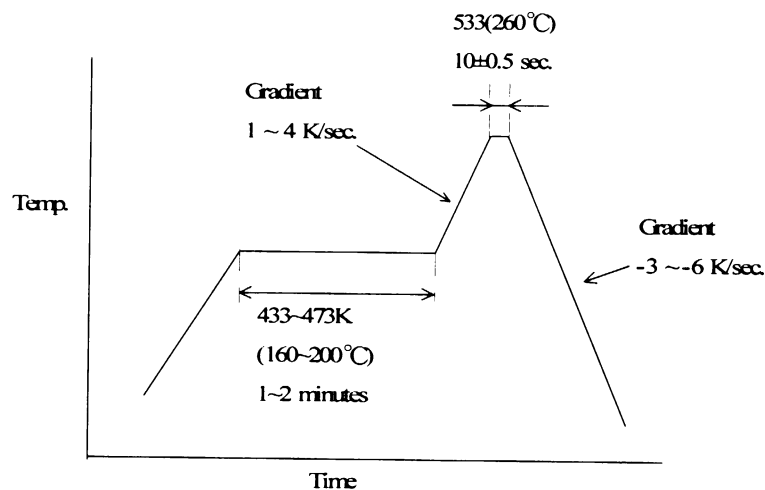

Fig.4
(2) Reflow soldering heat resistance / 半田耐熱性
A. Testing : Put on the receptacle connector to PCB, apply the heat 2 cycles as shown in Fig. 4
A.試験法: 基板にリセプタクルコネクタを置き、Fig. 4の条件で2回リフローを行う。